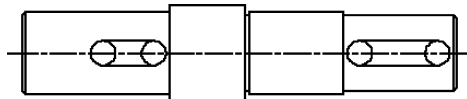

图 5-105 删除线段的结果
(10) 单击“默认”选项卡“修改”面板中的“删除”按钮 ，将步骤 (7) 中偏移得到的线段删除，结果如图 5-105 所示。